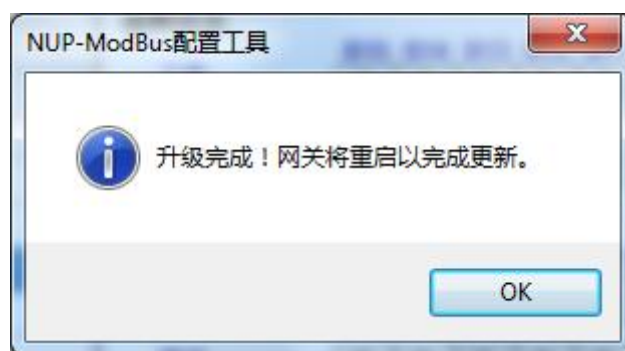

图 4-8 板卡升级完成后，自动重启，升级成功
- 3) 待升级完成后，出现如图 4-8 所示的界面，表示升级完成。此时，板卡运行的固件，即是我们下载的固件版本。